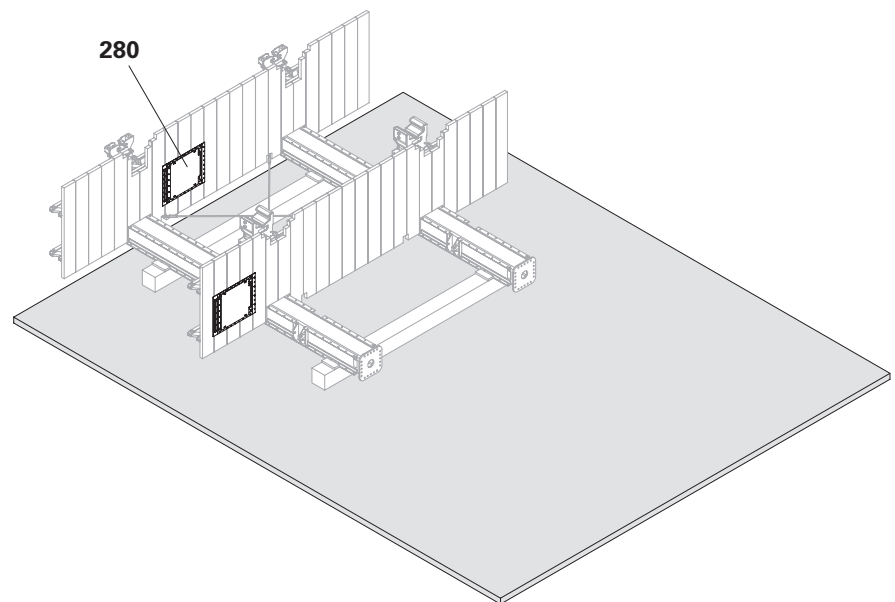

Fig. B4.16
13. Installare la botola (**280**), vedere "Montaggio della botola di discesa" a pagina 67. (Fig. B4.16)